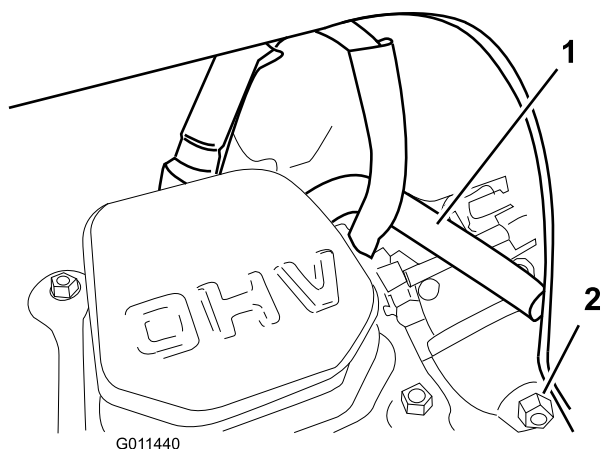

Figure 37
Remarque: Veillez à faire passer le tube de reniflard au-dessus du fil de la bougie, comme illustré (Figure 37).
6. Vidangez le carburateur par la vis de vidange (Figure 37) dans un bidon d'essence homologué.